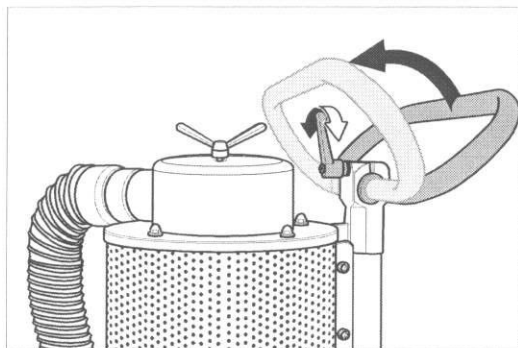

Fig. 51 Pour basculer la machine, débloquez tout d'abord le levier de serrage et rabattez l'étrier de maintien vers l'avant.
- 3 Débloquez le levier de serrage de l'étrier de maintien, faites passer l'étrier de maintien vers l'avant et resserrez le levier de serrage (fig. 51).